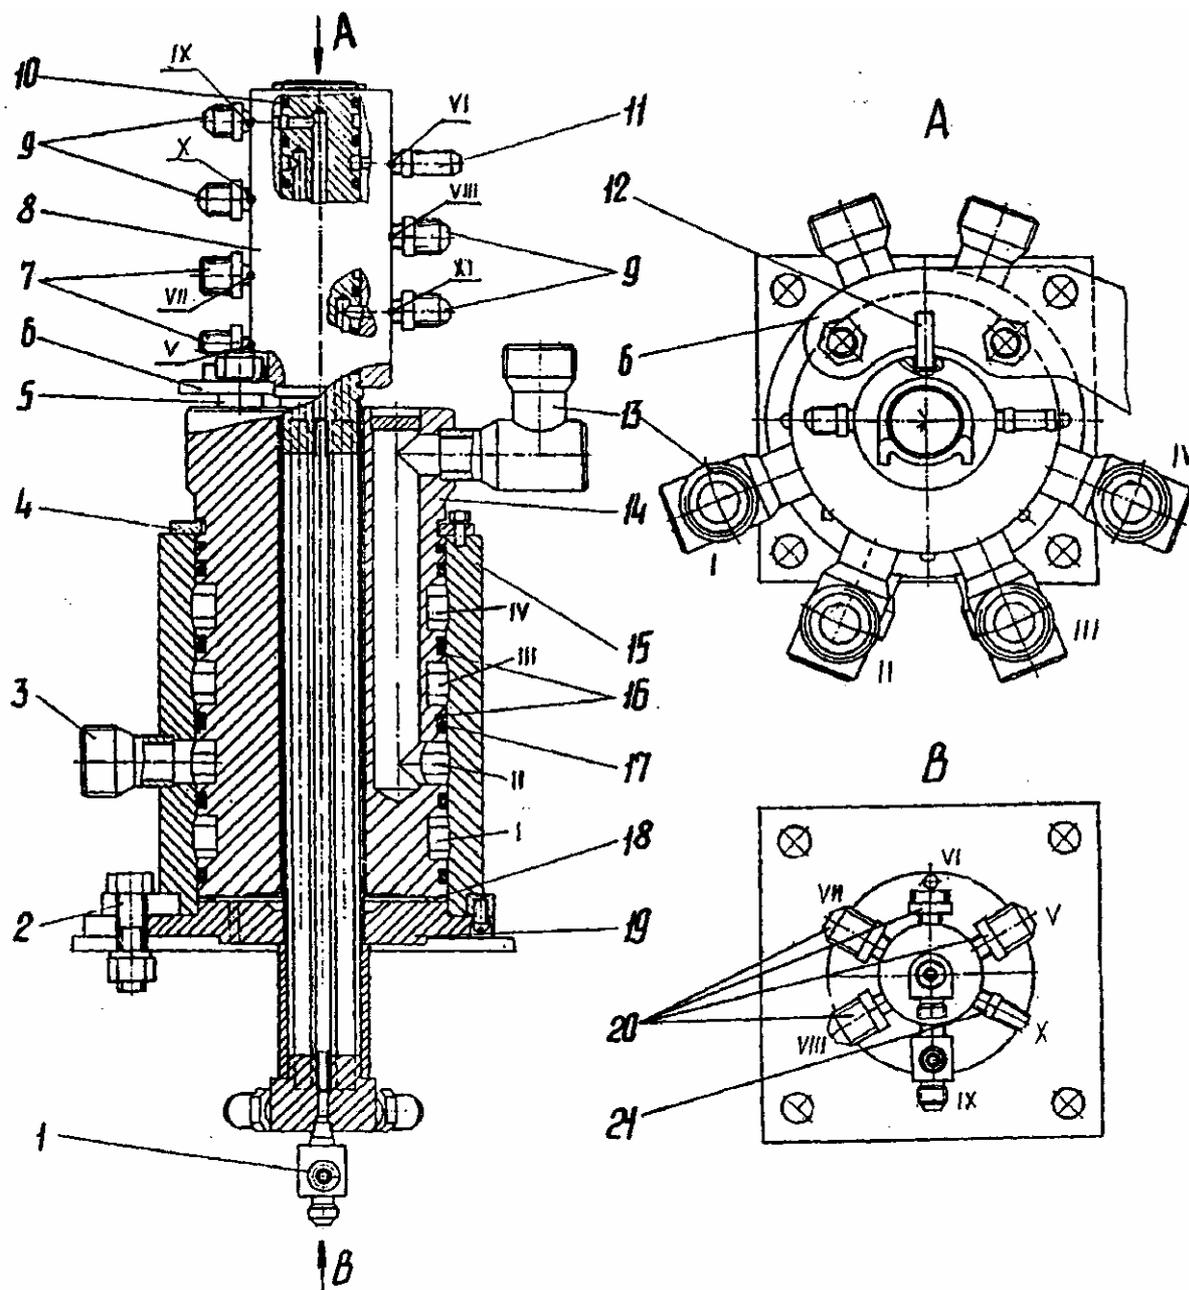

Рис. 51 Центральный коллектор
10. ЦЕНТРАЛЬНЫЙ КОЛЛЕКТОР (рис. 51)